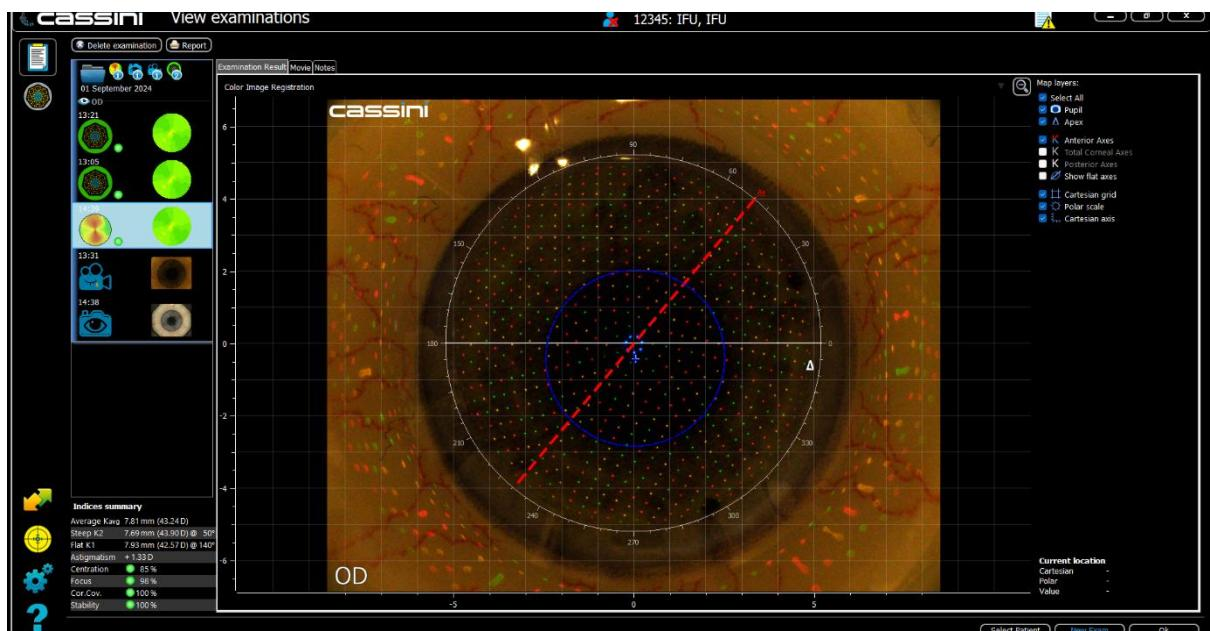

Abbildung 42: Ergebnisse der Corneal Topography (1-Up)
6. Klicken Sie mit der Maus auf „accept“ oder bestätigen Sie die Messung mit dem Joystick. Die Ergebnisse werden wie in Abbildung 42 dargestellt angezeigt